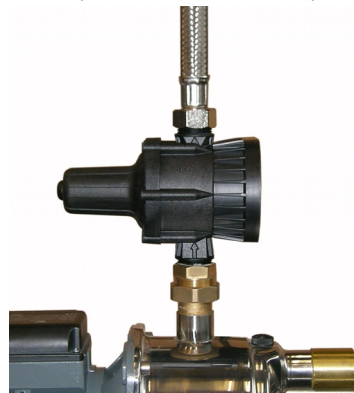

Bild 5
- Druckleitung dicht und fest mit dem Druckausgang des Schaltautomaten verbinden und nach oben heraus führen, siehe Bild 5.